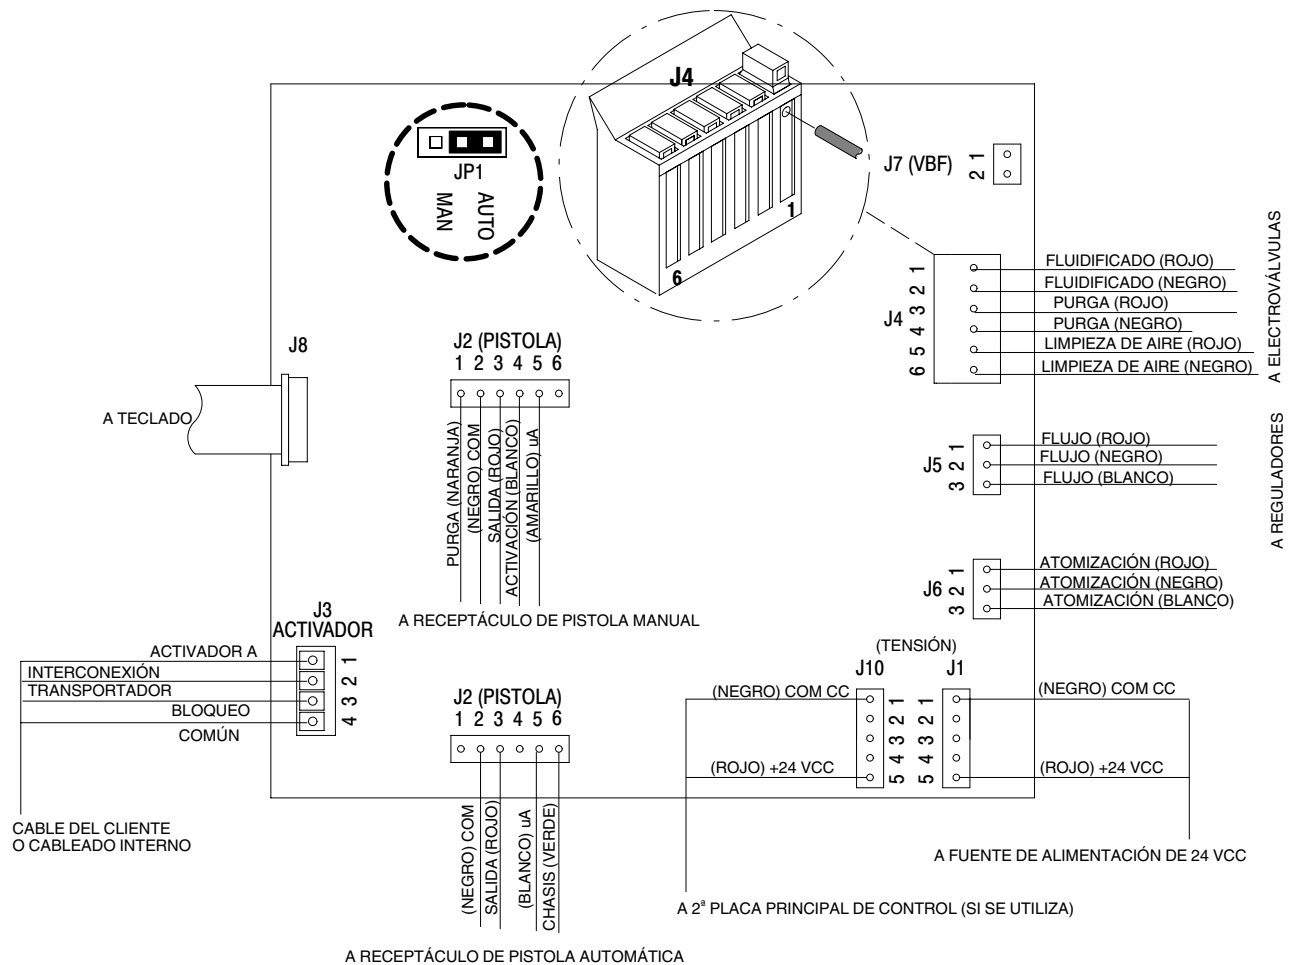
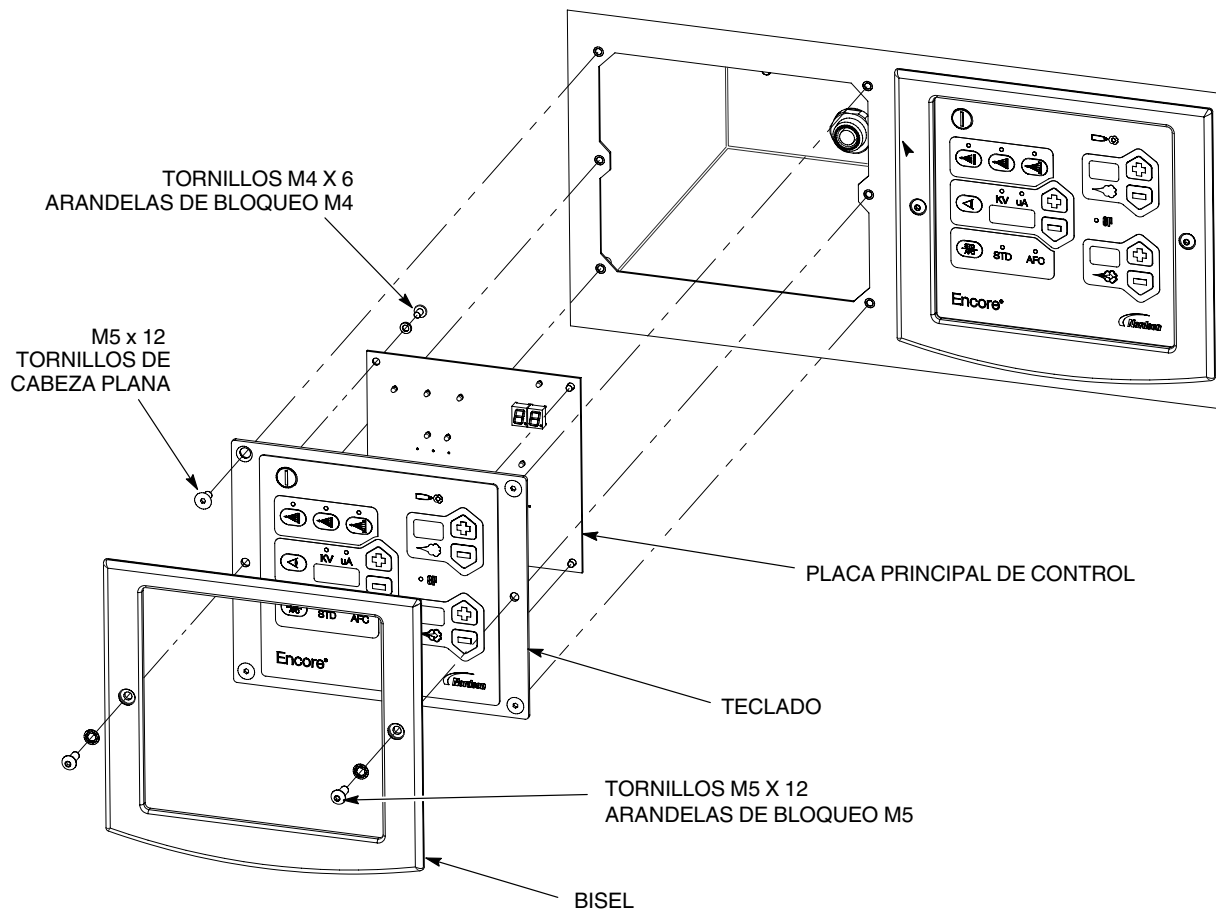

Figura 1 Ajuste de puente JP1 de placa principal de control y conexiones eléctricas
Figura 2 Instalación de la placa principal de control
Ver la figura 1 para el ajuste de puente de la placa principal de control y las conexiones; la figura 2 para la instalación de la placa.
- b. Insertar el cable de la electroválvula en buen estado en los orificios dentro de las lengüetas, tal y como se muestra en la figura 1.